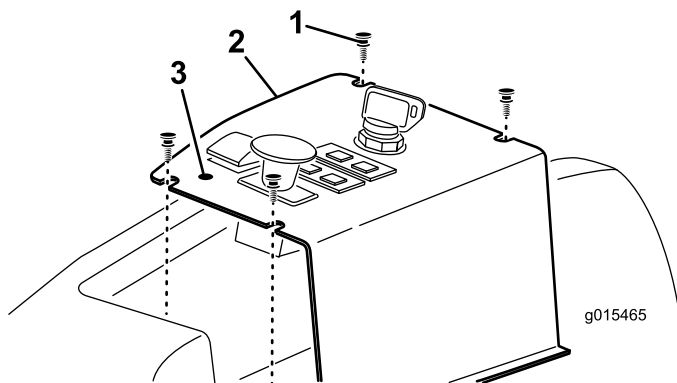

Figura 12
1. Localice y perforo con cuidado la pegatina del panel de control, delante del interruptor de elevación, para dejar expuesto el taladro de montaje de la palanca de bloqueo del interruptor de elevación (Figura 12).
2. Retire los cuatro tornillos que sujetan el panel de control a la máquina (Figura 12).